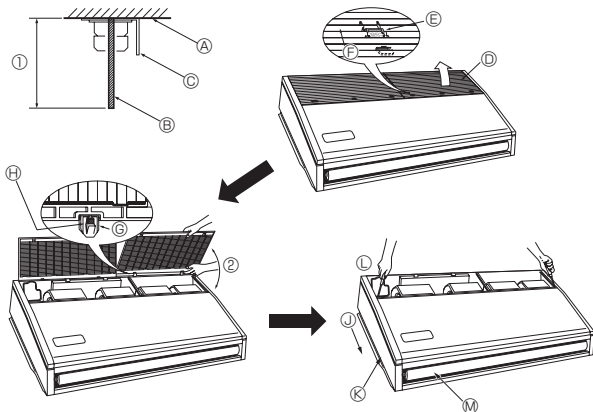

Fig. 3-4
3.2.4. Pripremanje unutarnje jedinice (Fig. 3-4)